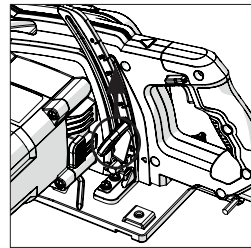

Fig. 10
- Afloje el mecanismo de bloqueo del ajuste de profundidad tirando de la palanca de funcionamiento (5)(Fig.10), hacia arriba.